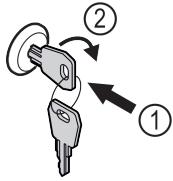

Fig. 167 Beispielhafte Darstellung
- ▶ Schlüssel hineindrücken Fig. 167 (1).
- ▶ Schlüssel um 90° im Uhrzeigersinn drehen Fig. 167 (2).